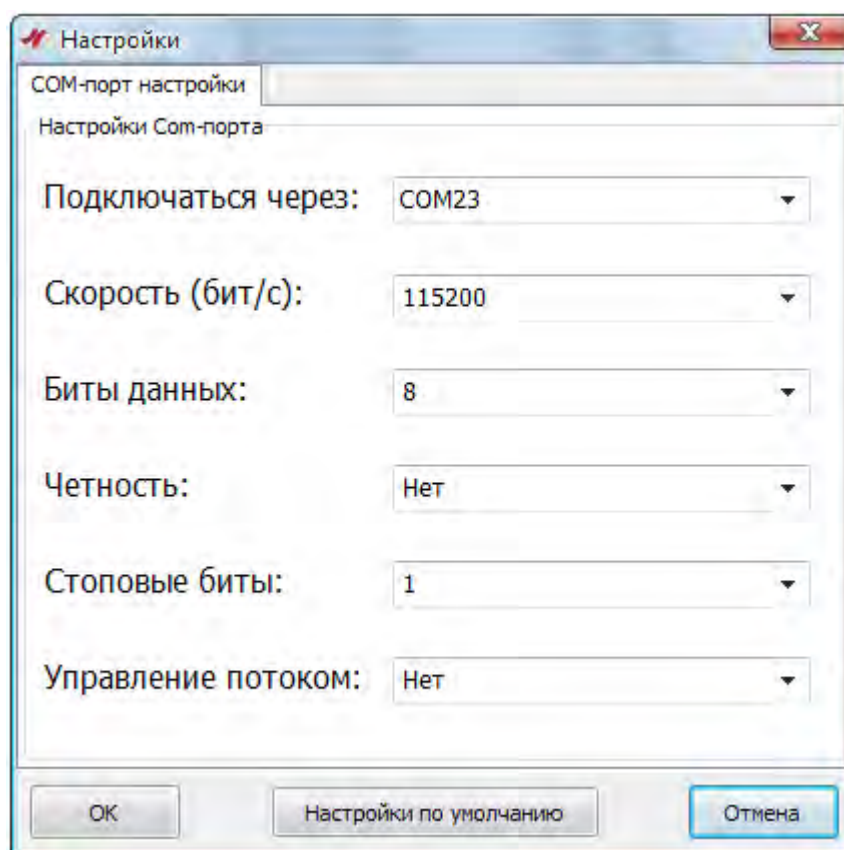

Рисунок 18 – Меню «Настройки»
3.5.1 Меню «Настройки» (рисунок 18) позволяет произвести первоначальную настройку программы для подключения к ДСК-1: установить номер COM-порта, установить скорость передачи данных, число битов данных, четность, количество стоповых бит, наличие управления потоком. Для выбора стандартных настроек присутствует кнопка «Настройки по умолчанию».